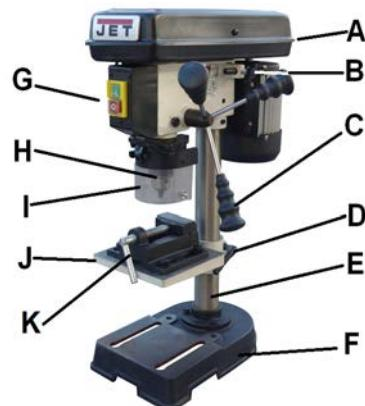

Рис. 1
Прикрутите колонну (E, Рис. 1) к основанию станка (F).
Ослабьте фиксатор опоры электродвигателя (B, Рис. 1).